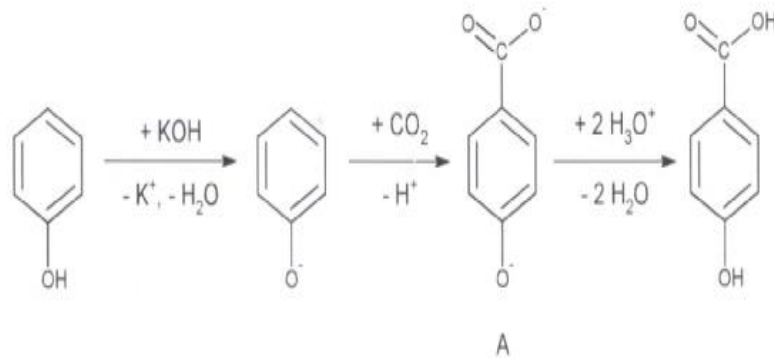

Abb. 4: Reaktionsschema der Synthese von 4-Hydroxybenzoesäure
- 4.1 Abbildung 4 zeigt die Syntheseschritte zur Herstellung von 4-Hydroxybenzoesäure, die anschließend zum Methylester umgesetzt werden kann